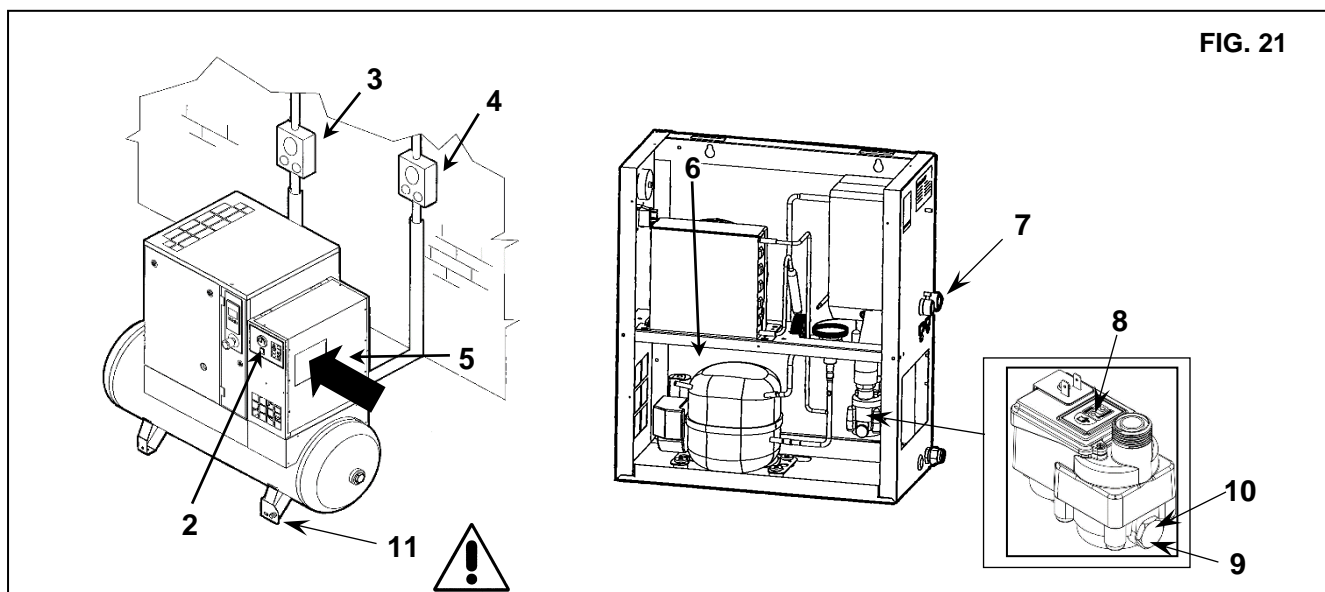

FIG. 21
15.6 VERIFICAȚI SCURGEREA AUTOMATĂ A CONDENSULUI (USCĂTOR) ȘI SCURGEREA MANUALĂ (REZERVORUL DE AER) (FIG.21)
Evacuarea automată și manuală a condensului (Ref. 8 și Ref. 11 Fig. 21) trebuie verificată în fiecare zi.
- Apăsați butonul „TEST”, Ref. 8 Fig. 21 timp de câteva secunde pentru a verifica dacă condensul este golit în mod corespunzător din conducta de golire
- Verificați golirea manuală a condensului din rezervor pentru a vă asigura că acesta este eliminat corespunzător din supapă, Ref. 11 Fig. 21 (**EFECTUAȚI GOLIREA ZILNIC**).
15.7 GOLIȚI ARIPIOARELE CONDENSATORULUI (PENTRU USCĂTOR) (FIG.21)
Condensatorul trebuie curățat în fiecare lună (ref. 6 fig. 21).
- Deconectați utilajul prin apăsarea butonului STOP Ref. 2 Fig. 21
- Deschideți (deconectați) comutatorul diferențial de alimentare, Ref. 3 (pe șurubul-compresor) și Ref. 4 (pe uscător, dacă există) Fig. 21.
- Îndepărtați panoul de acoperire Ref. 5 Fig. 21
- Curățați aripioarele condensatorului Ref. 6 Fig. 21 cu aer comprimat. **NU UTILIZAȚI APĂ SAU SOLVENȚI.**
- Închideți panoul de acoperire Ref. 5 Fig. 21.
15.8 CURĂȚAȚI FILTRUL DISPOZITIVULUI DE EVACUARE AUTOMAT PENTRU USCĂTOR (Ref. 9 - 10 Fig. 21)
- Închideți supapa rețelei de aer Ref. 7 Fig. 21
- Deschideți (deconectați) comutatorul diferențial de alimentare, Ref. 3 (compresor) și Ref. 4 (uscător) Fig. 21.
- Eliberați presiunea din uscător și rezervor prin deschiderea supapei de evacuare Ref. 11 Fig. 21.
- Scoateți dopul Ref. 9 Fig. 21.
- Scoateți colectorul filtrului Ref. 10 Fig. 21.
- Curățați filtrul Ref. 10 Fig. 21 cu jet de aer, suflând din interior spre exterior.